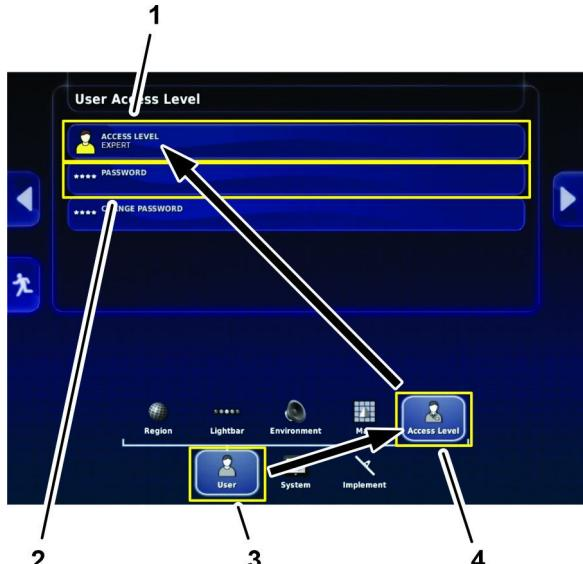

Figura 15
- En la pantalla de configuración, pulse el ícono USUARIO y el ícono NIVEL DE ACCESO (Figura 15).
- En el cuadro de diálogo Nivel de acceso del usuario, pulse el ícono NIVEL DE ACCESO, y en el menú desplegable, pulse el ícono EXPERTO (Figura 15).